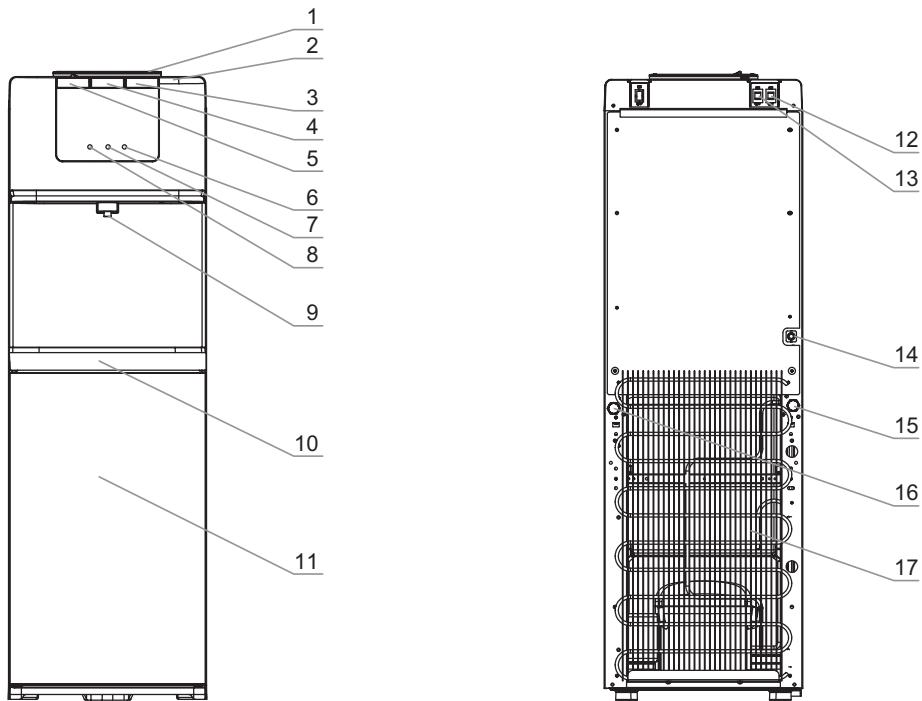

Рис. 1. Схема аппарата V8020C
Поставьте чашку или другую емкость для воды на лоток каплесборника (рис. 1–10) под кран подачи воды.
Чтобы налить горячую воду нажмите и удерживайте клавишу подачи горячей воды (рис. 1–5), сдвинув влево замок. Чтобы налить воду комнатной температуры или холодную воду, нажмите и удерживайте клавиши подачи воды комнатной температуры (рис. 1–4) или холодной воды (рис. 1–3). В силу технических особенностей кранов допустимо подкашивание воды в объеме 5–10 мл, после каждого использования аппарата, капли стекают в лоток каплесборника (рис. 1–10).
## Выключатели нагрева (рис. 1–12) и охлаждения (рис. 1–13)
Индикатор нагрева воды (рис. 1–7) горит, когда аппарат нагревает воду.
Индикатор охлаждения воды (рис. 1–6) горит, когда аппарат охлаждает воду.
Перед первым использованием рекомендуется слить по 500 мл воды через каждый кран. Если кабель электропитания (рис. 1–14) и выключатель нагрева (рис. 1–12) были
Когда Вы убедились, что вода из крана подачи воды идет непрерывной струей, установите выключатели нагрева и охлаждения (рис. 1–12, 1–13) в положение I.
1. Сразу установите выключатели нагрева и охлаждения (рис. 1–12, 1–13) в положение O.
4. Убедившись, что вода из крана подачи воды идет непрерывной струей, установите выключатели нагрева и охлаждения (рис. 1–12, 1–13) в положение I.
Отключение и включение нагрева и охлаждения при замене бутыли осуществляется исключительно с помощью выключателей нагрева и охлаждения (рис. 1–12, 1–13), а не кабелем электропитания. После кратковременного отключения аппарата от сети электропитания повторное включение допускается через 2–3 минуты.
3. Снимите съёмные детали с аппарата (рис. 1–1, 1–10) и тщательно промойте их с небольшим количеством моющего раствора, предназначенного для мытья посуды.
4. Остатки воды в системе необходимо слить через сливные отверстия (рис. 1–15, 1–16), расположенные на задней стенке аппарата, после чего закрыть отверстия.
6. Промойте аппарат чистой водой: необходимо залить в систему около 4 литров чистой воды, затем слить через кран подачи воды (рис. 1–9) и отверстия для слива (рис. 1–15, 1–16). При необходимости повторите процедуру.
5. Остатки воды в системе необходимо слить через сливные отверстия (рис. 1–15, 1–16), расположенные на задней стенке аппарата, после чего закрыть отверстия.